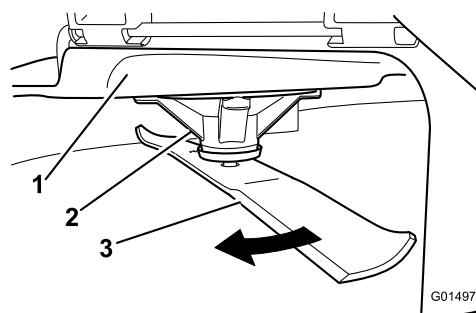

図 61
2. 厚手の丈夫な手袋をはめるなどして確実に保護した手で、ブレードをゆっくり回転させ、適当な位置で、刃先から床面までの距離を測定する図 61。